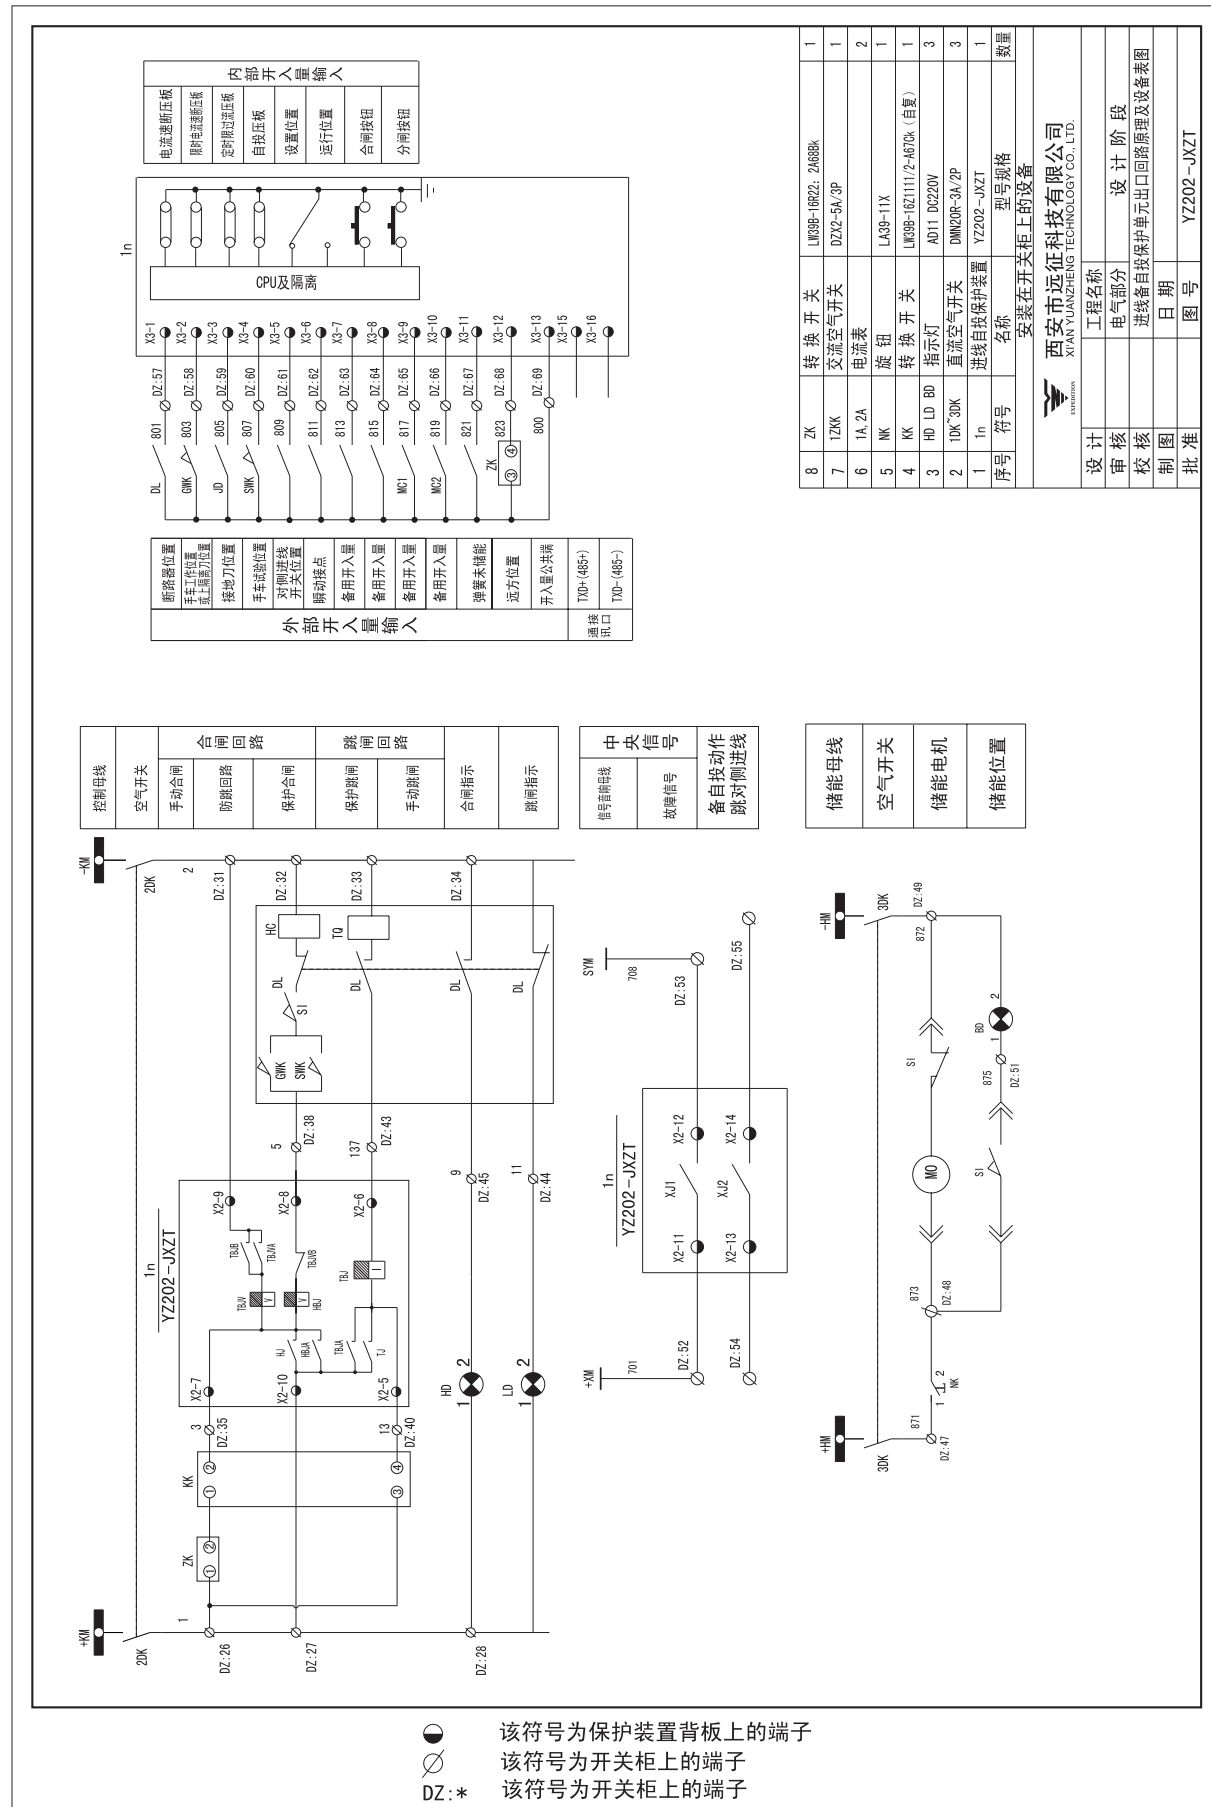

图6-16 YZ202-JXZT出口回路原理及设备图
- YZ202-JXZT出口回路原理及设备图 (见图6-16)